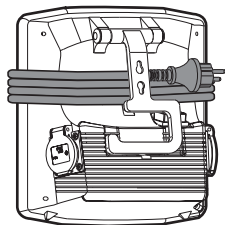

Figura 12
- 4.2 Dopo l'uso avvolgete il cavo intorno al telaio della lampada (figura 12).